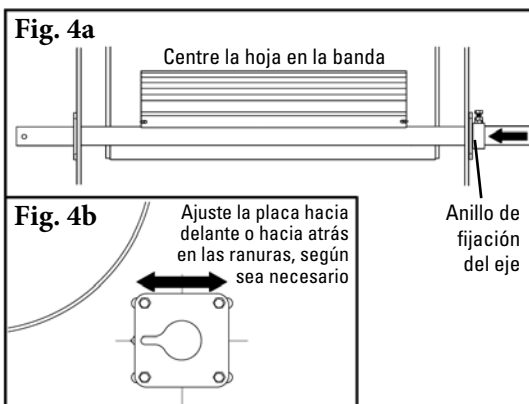

Fig. 4a
5. **Centre el limpiador en la banda y asegúrelo en su lugar.** Vuelva a instalar la hoja con sus seguros. Centre la hoja en la banda e instale el anillo de fijación del eje en este (en el extremo opuesto del tensor), bien ajustado en la placa de montaje (Fig. 4a). Gire la hoja hacia arriba a la banda y revise para asegurarse de que la hoja esté en escuadra a la superficie de la polea. De lo contrario, afloje una placa de montaje en un lado y ajuste la placa hacia delante o hacia atrás para que esté en ángulo recto con la hoja hacia la polea y vuelva a apretar los tornillos (Fig. 4b).